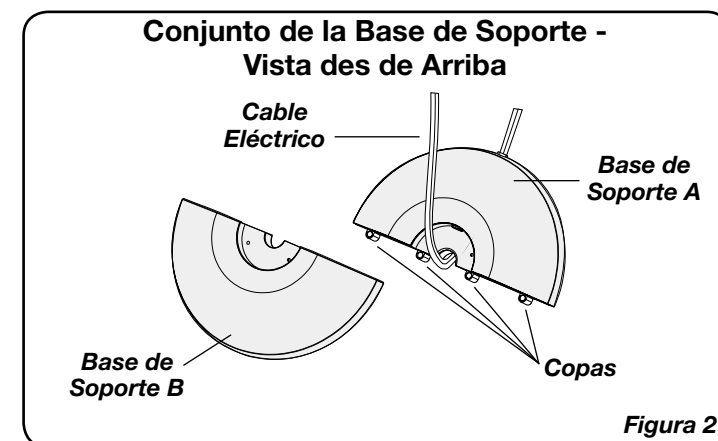

Figura 2
4. Arme las Bases de Soporte, introduciendo las **Copas** en la **Base de Soporte A** en los **Orificios De Copas** de la **Base de Soporte B**. Pase el **Cable de Electricidad** por el orificio grande en el centro del **Conjunto de la Base de Soporte**. (Figura 2)